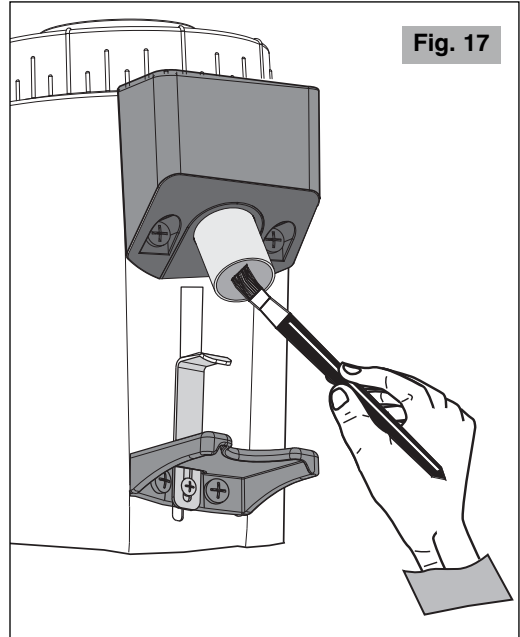

Fig. 17
- Utiliser une brosse ou un pinceau (Fig. 17) pour nettoyer les zones moins accessibles à son intérieur et un chiffon sec pour les autres surfaces.